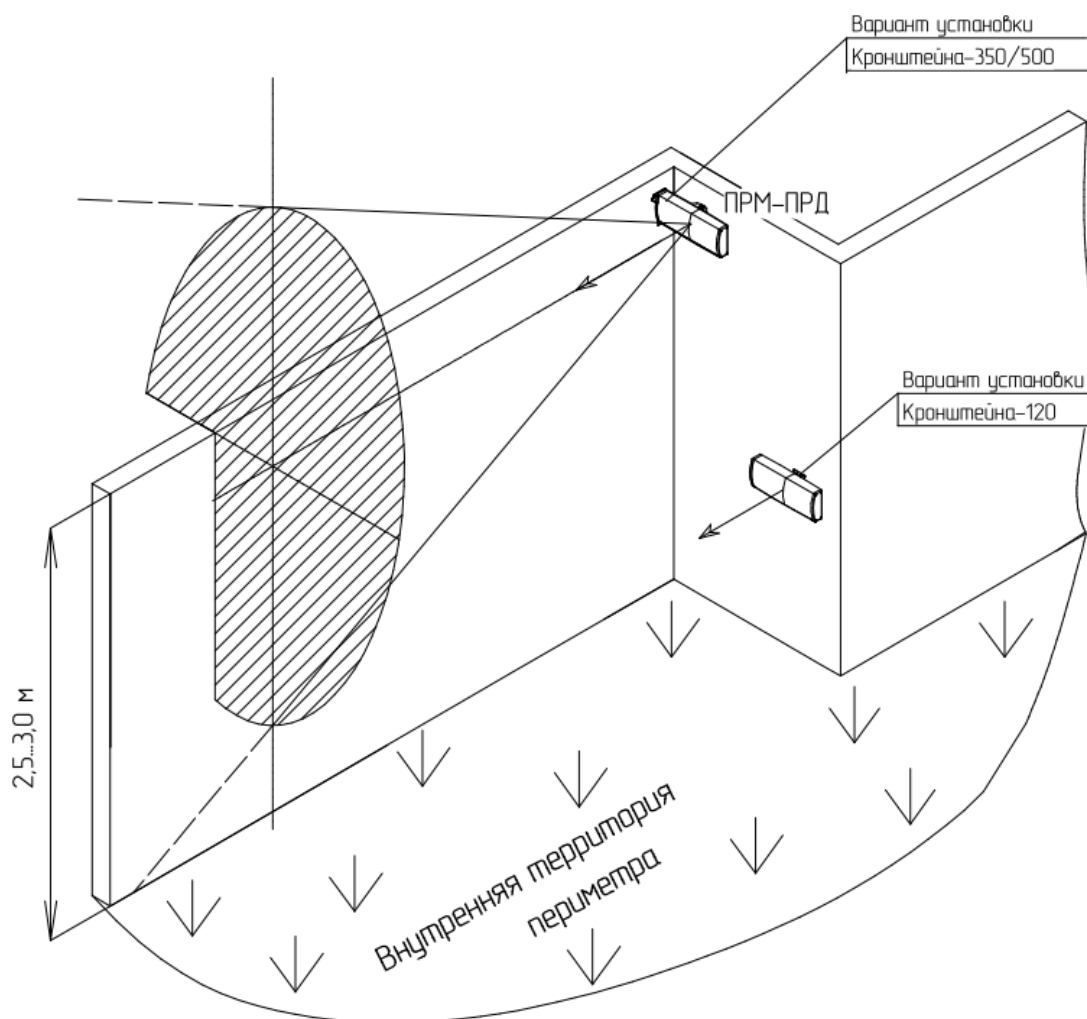

Рисунок 2.4 - Примеры установки извещателя с применением выносных Кронштейнов 500, 350, 120
- Кронштейн-120 (вынос 120 мм) рекомендуется применять, если направление излучения блока перпендикулярно плоскости опорной поверхности, или находится в пределах угла ($90^\circ \pm 40^\circ$) (см. рисунок 2.4).